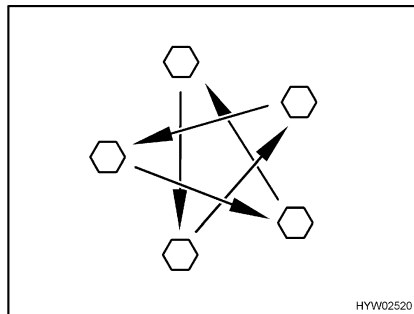

Bild 168 Radmuttern oder Radschrauben über Kreuz anziehen
- Radmuttern oder Radschrauben regelmäßig auf festen Sitz prüfen. Radmuttern oder Radschrauben eines ausgewechselten Rades nach 50 km nachziehen (Bild 168). Anziehdrehmoment siehe Abschnitt 14.5.1.
- Wenn neue oder neu lackierte Felgen verwendet werden, die Radmuttern oder Radschrauben zusätzlich nach ca. 1000 bis 5000 km nachziehen (Bild 168).